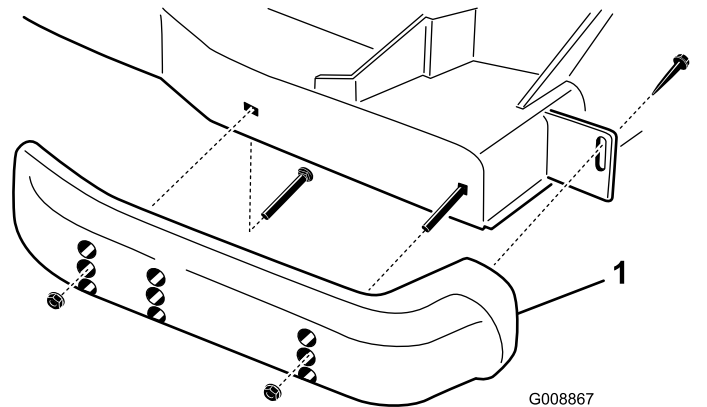

Bild 28
- Lösen Sie die Schraube vorne an jeder Kufe (Bild 28).
- Nehmen Sie die Bundkopfschrauben und Muttern von jeder Kufe ab (Bild 28).